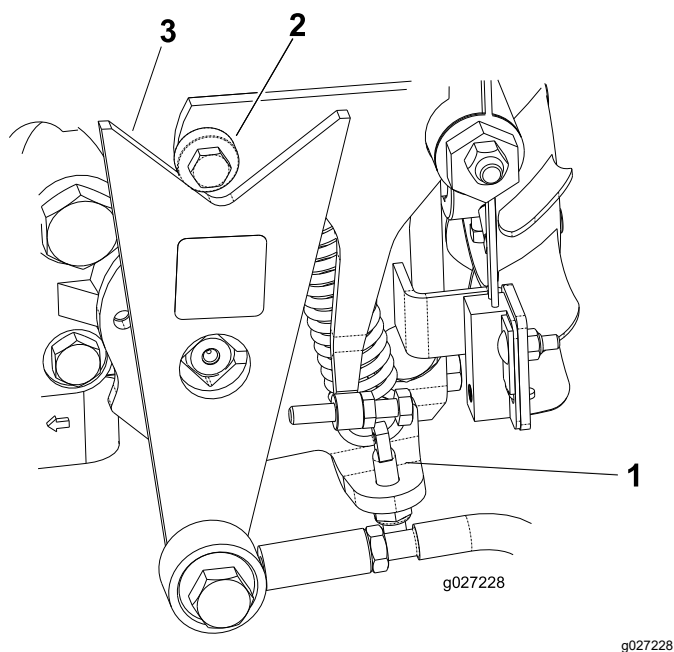

Figura 48
- Se le ruote girano nella direzione corretta, spegnete il motore e regolate il dado di bloccaggio del perno di regolazione della molla (**Figura 48**). Regolate la posizione per la folle; fate riferimento a Regolazione della trazione per la folle \(pagina 33\).